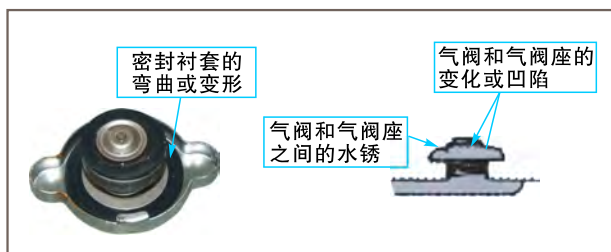

图 2-234 检查散热器盖
- (1) 拆卸散热器护罩，将锁支架放于维修位置；
- (2) 排放冷却液，从散热器上拔出冷却液软管；
- (3) 拔出热敏开关和散热器风扇连接插头，旋出散热器固定钉，将散热器和风扇一起向下取出；
(4) 注意空调器制冷循环回路不允许打开，不能损坏冷凝器以及冷却液管和软管，应松脱冷却液管路定位夹圈，旋下散热器冷凝器并固定在锁支架上。安装以逆序进行，并加注新的冷却液。
(5) 散热器的检查
① 检查密封衬垫（图2-234），如果弯曲或变形则需更换。